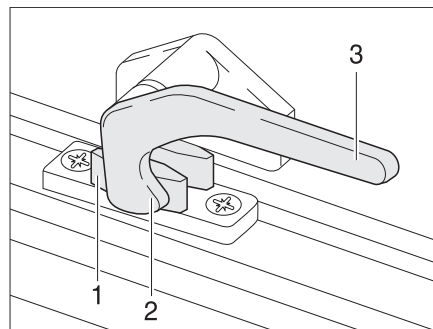

Fig. 37 Palanca de bloqueo en la posición de "cerrado"
- Girar la palanca de bloqueo (Fig. 37,3) un cuarto de vuelta hacia la mitad de la ventana.
- Girar la palanca de bloqueo (Fig. 37,3) un cuarto de vuelta hacia el marco de la ventana. El saliente de bloqueo (Fig. 37,2) se encuentra en la cara interior del bloqueo de la ventana (Fig. 37,1).
- En la posición "cerrada fijamente" (Fig. 37).